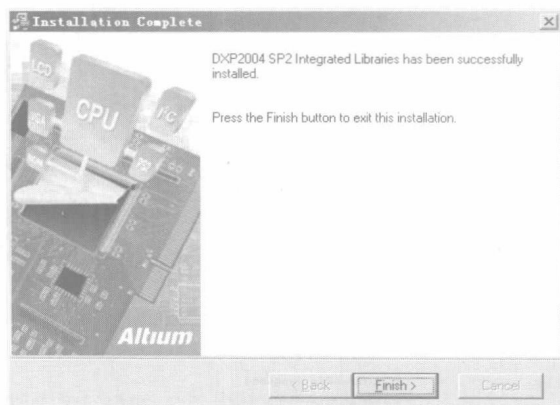

图 1-14 安装完元件库
- (5) 安装完元件库，单击 Finish 按钮，如图 1-14 所示。